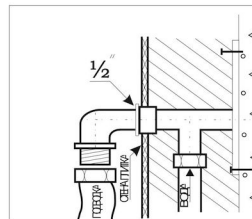

Рис.1.
- ✓ Устанавливается угольник с бортиками (если коллектор в техническом шкафу имеет собственные ventилия) Рис.1.